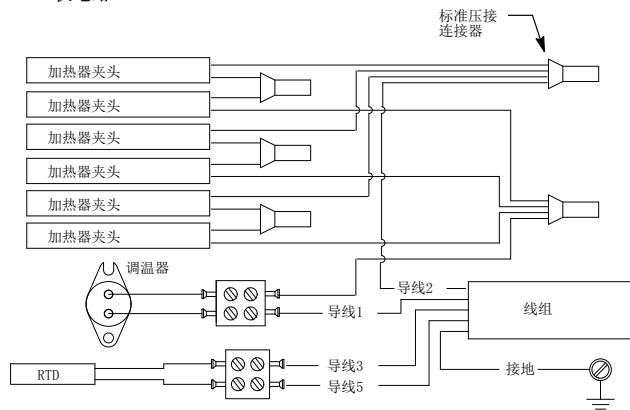

图 12 加热器和RTD的维修
1. 详见图12。拆下将盖板(2)固定在外壳(12)上的螺钉(1)。
6. 将调温器导线插入到连接器(10)中，然后拧紧螺钉(11)。如有必要，请参见图12中的接线图。
5. 剥去所有切断导线的绝缘层。将新的连接器压接到每根导线上。如有必要，请参见图12中的接线图。